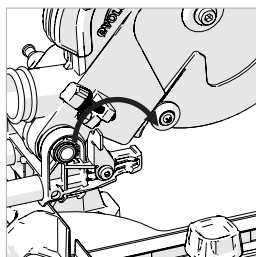

Fig. 26a
- Despliegue la «placa de tope» que actúa como tope de profundidad (**Fig. 26a**) girándola hacia delante desde su posición de almacenamiento a lo largo de la máquina aprox. 150 grados hasta su posición de uso.